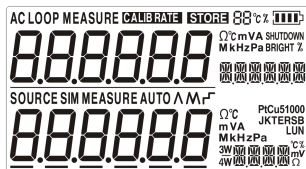

图 2.1-2
2. 按  持续 2s 以上启动校验仪，启动后 LCD 显示屏将显示所有内容，持续时间为 1s，界面如图 2.1-2 所示。